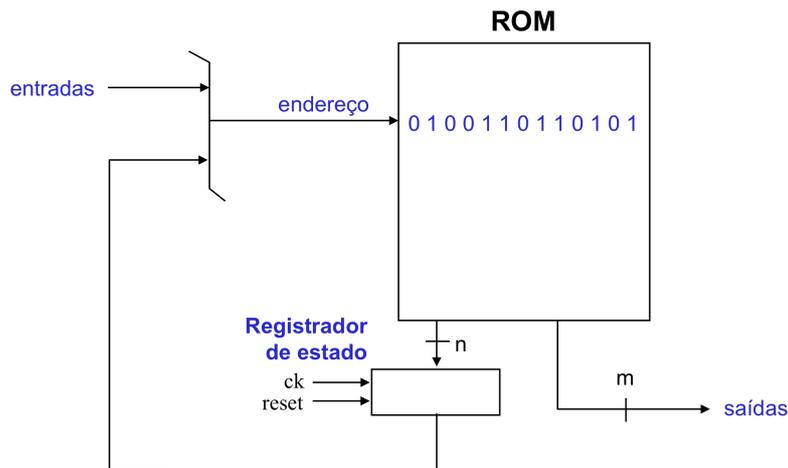

Fig. 4 – Diagrama de blocos de uma implementação de FSM com memória.
A porta é acionada por um controle remoto que possui apenas um botão. Quando este botão é acionado, o receptor instalado junto ao controle da porta faz o sinal **B**=1 durante um ciclo de relógio. Estando a porta no estado "aberta" ou no estado "fechada" (ver Fig. 4), se **B**=1, a porta muda de estado na próxima borda ativa do relógio. Nos outros dois estados, o acionamento do controle remoto não tem ação sobre a porta.
- Mostre o conteúdo a ser gravado na memória ROM, caso a implementação faça uso de um esquema como o mostrado no diagrama de blocos da Fig. 4. (Note que “entrada” corresponde a uma única entrada, qual seja, ”w”.)